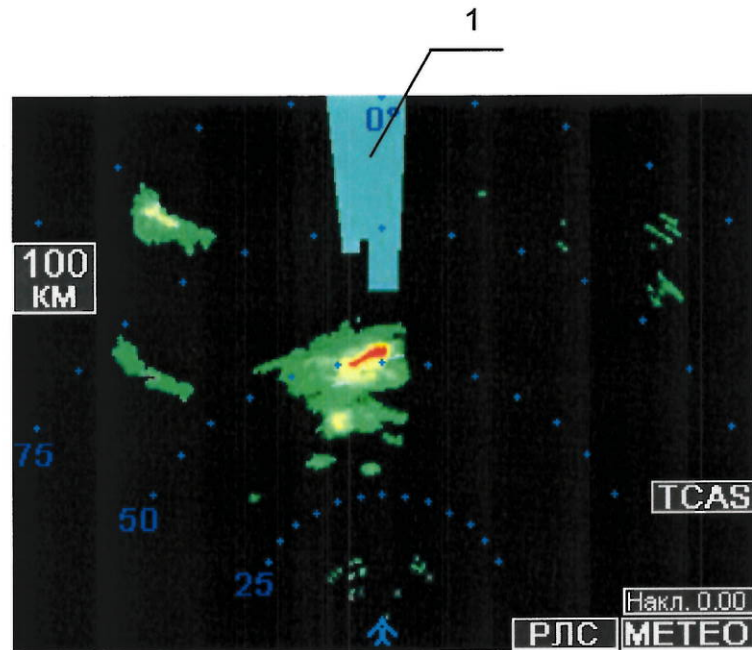

Рисунок 7 - Примерный вид изображения на экране индикатора СЭИ в режиме МЕТЕО в случае отсутствия достоверной информации о степени опасности метеообразований
- 3.1.4.4 Для определения степени опасности гидрометеорообразований на экране СЭИ изображение метеообъекта (рис. 7) индицируется следующими цветами:
- Голубой цвет появляется в зонах, где нет достоверной информации о степени опасности метеорообразований (рис. 7, поз. 1) вследствие сильного затухания зондирующего сигнала в метеорообразованиях (зоны радиотени) или большого расстояния до метеообъекта.